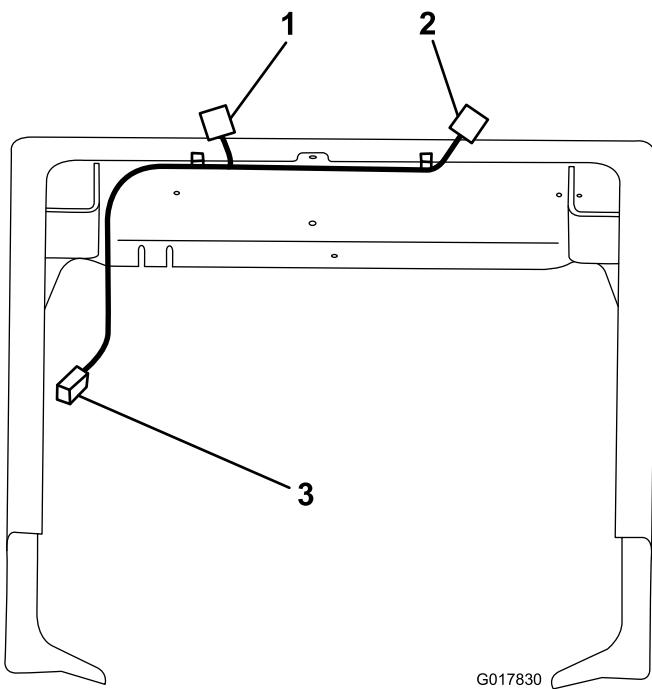

Рисунок 15
- Проложите задний пучок проводов, как показано на Рисунок 15. Обратите внимание, что более длинный отрезок пучка, заканчивающийся плоским четырехштыревым разъемом для задних фонарей, должен быть проложен к левому заднему фонарю.
2. Прикрепите задний пучок проводов к раме машины с помощью двух пластмассовых зажимов кабельных хомутов на пучке (Рисунок 15).
3. Подсоедините левый и правый разъемы задних фонарей (плоские, четырехштырьковые) к ответным разъемам, находящимся в задних фонарях (Рисунок 15).
4. Проложите оставшуюся часть заднего пучка проводов вперед, вдоль имеющегося пучка проводов с правой стороны автомобиля (Рисунок 15).
5. Найдите разъем на главном пучке проводов автомобиля с маркировкой "BRAKE AND SIGNAL LIGHT KIT" («КОМПЛЕКТ ТОРМОЗНЫХ И СИГНАЛЬНЫХ ФОНАРЕЙ») и подсоедините его к разъему в конце нового пучка проводов (Рисунок 15).
6. Прикрепите пучок проводов к имеющемуся главному пучку проводов автомобиля, расположенному вдоль рамы, с помощью пластмассовых хомутов (Рисунок 15).